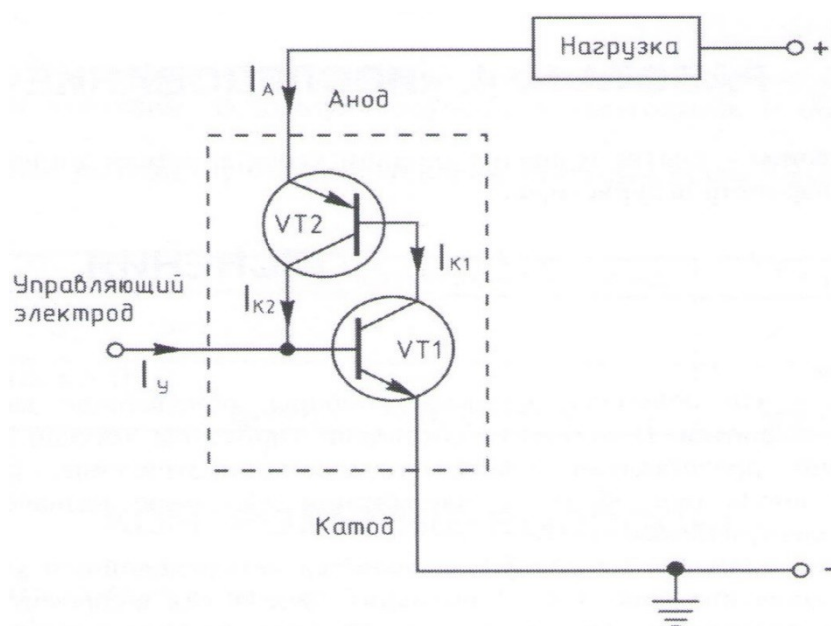
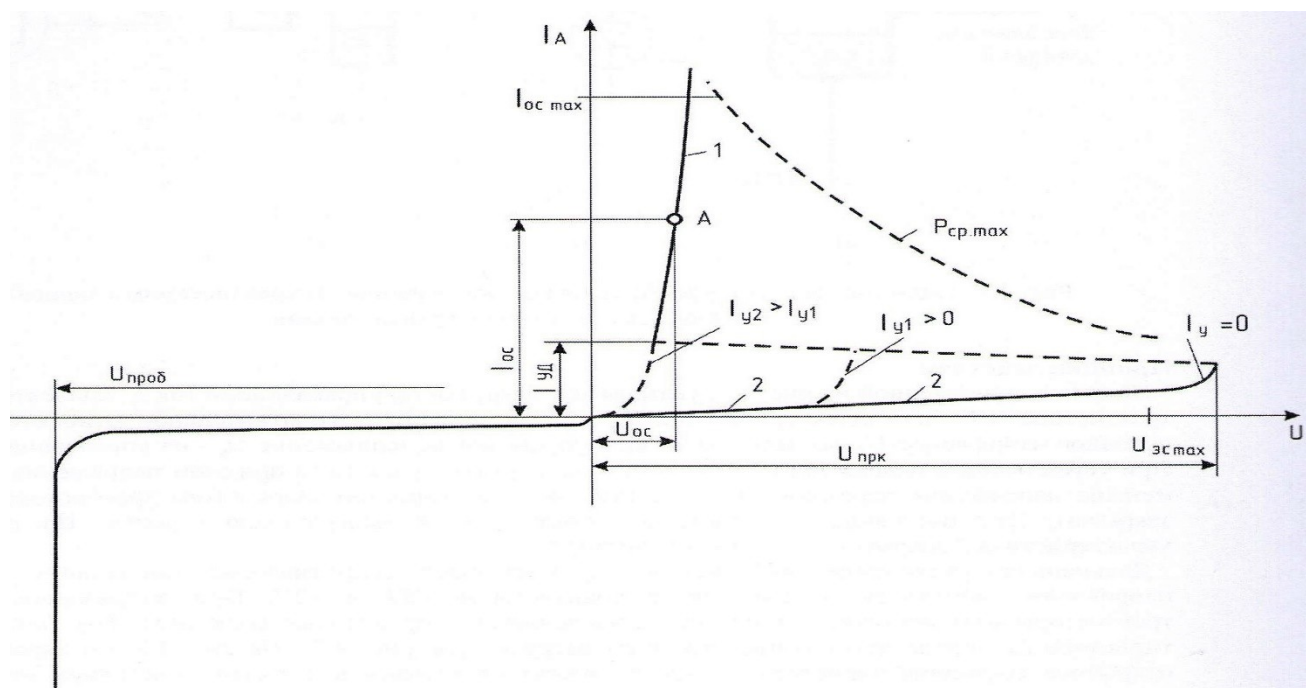

Рисунок 4.2 Схема , объясняющая работу тиристора с точки зрения транзисторного эквивалента.
Рисунок 4.3 Анодная характеристика тиристора, не проводящего в обратном направлении: 1-характеристика открытого состояния; 2-характеристики закрытого состояния.
На схеме, приведенной на рис. 4.2, указаны ток нагрузки I_A , управляющий ток I_y , коллекторный ток I_{K1} транзистора $VT1$ и коллекторный ток I_{K2} транзистора $VT2$. Положительное относительно катода основное напряжение U_A подается на анод, а управляющее напряжение U_y - на управляющий электрод. При управляющем напряжении $U_y = 0$ ток I_y также равен нулю. Если при этом напряжение на его аноде меньше напряжения переключения $U_{ПРК}$ (рис. 4.3), то тиристор закрыт (оба транзистора $VT1$ и $VT2$ закрыты). Это состояние устойчиво и может длиться неограниченно долго. На рис. 4.3 это характеристика 2 закрытого состояния тиристора.
Дальнейшее увеличение напряжения U_A уменьшает сопротивление смещенных в обратном направлении переходов база-коллектор транзисторов $VT1$ и $VT2$. При напряжении $U_A = U_{ПРК}$ транзисторы открываются, и тиристор переключается в проводящее состояние. Ток анода открытого тиристора I_{OC} определяется сопротивлением нагрузки (см рис. 4.2). На рис. 4.3 это характеристика 1 открытого состояния тиристора. Тиристор может находиться в открытом состоянии неограниченно долго: пока существуют условия для протекания в его основной цепи анодного тока большего, чем ток удержания $I_{уд}$.
управления $U_y > 0$, то в цепи базы транзистора $VT1$ потечет управляющий ток I_y , который откроет этот транзистор. В свою очередь, появившийся ток коллектора I_{K1} транзистора $VT1$ откроет транзистор $VT2$ и тиристор откроется. Чем больше управляющий ток I_y , тем меньшим напряжением на аноде U_A открывается тиристор (см. рис. 4.3). Коллекторный ток I_{K2} открытого транзистора $VT2$ будет удерживать транзистор $VT1$ в открытом состоянии (характеристика 1 на рис. 4.3) даже, если напряжение управления U_y и управляющий ток I_y станут равными нулю.
5.2 Используя данные табл. 4.2 и 4.3 постройте график анодной характеристики тиристора. Она имеет вид, представленный на рис. 4.3.